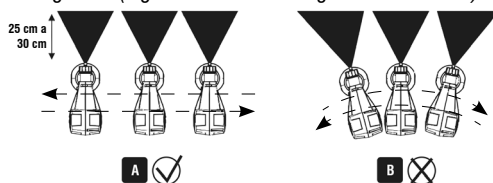

Fig. 7 – Distancia ideal para una buena pintura
- Pulverice la superficie a una distancia de 25 cm a 30 cm del objeto a ser pintado de acuerdo a la Fig. 7;